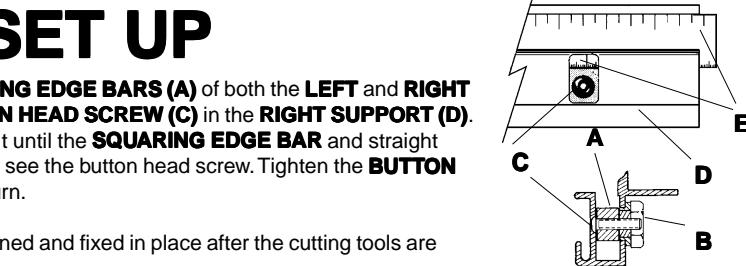

Figure 8
J. See **Figure 8**. Lay a long straight edge on the **SQUARING EDGE BARS (A)** of both the **LEFT** and **RIGHT SUPPORTS**. Rotate the **ECCENTRIC NUT (B)** behind the **BUTTON HEAD SCREW (C)** in the **RIGHT SUPPORT (D)**. This will raise or lower the **RIGHT SQUARING EDGE BAR**. Raise it until the **SQUARING EDGE BAR** and straight edge (**E**) touch. You can observe this through the cut out where you see the button head screw. Tighten the **BUTTON HEAD SCREW** while holding the **ECCENTRIC NUT** so it can not turn.
J. Siehe **Abbildung 8**. Legen Sie ein langes Lineal auf die **Winkelleisten (A)** der **rechten** und **linken Halterungen**. Drehen Sie die **Exzentrismutter (B)** hinter der **Halbrundkopfschraube (C)** in die **rechte Halterung (D)**. Jetzt kann die **rechte Winkelleiste** nach oben oder unten bewegt werden. Bewegen Sie die **Winkelleiste** nach oben, bis sie das Lineal (**E**) berührt. Sie können dieses durch den Ausschnitt beobachten, wo Sie die **Halbrundkopfschraube** sehen können. Halten Sie die **Exzentrismutter** fest und ziehen Sie die **Halbrundkopfschraube** fest an.
J. Référez-vous à la Figure 8. Placez une longue règle de précision sur les **BARRES DE BORD D'ÉQUARRISSEMENT (A)** des **SUPPORTS DROIT ET GAUCHE**. Faites tourner l'**ÉCROU EXCENTRIQUE (B)** derrière le **BOULON À TÊTE DEMI ARRONDIE (C)** situé dans le **SUPPORT DROIT (D)**. Ceci fera monter ou descendre la **BARRE DE BORD D'ÉQUARRISSEMENT DROITE**. Soulevez-la jusqu'à ce que la **BARRE DU BORD D'ÉQUARRISSEMENT** et la règle (**E**) se touchent. Serrez la **VIS À TÊTE DEMI ARRONDIE** tout en tenant l'**ÉCROU EXCENTRIQUE** de manière à ce qu'il ne tourne pas.